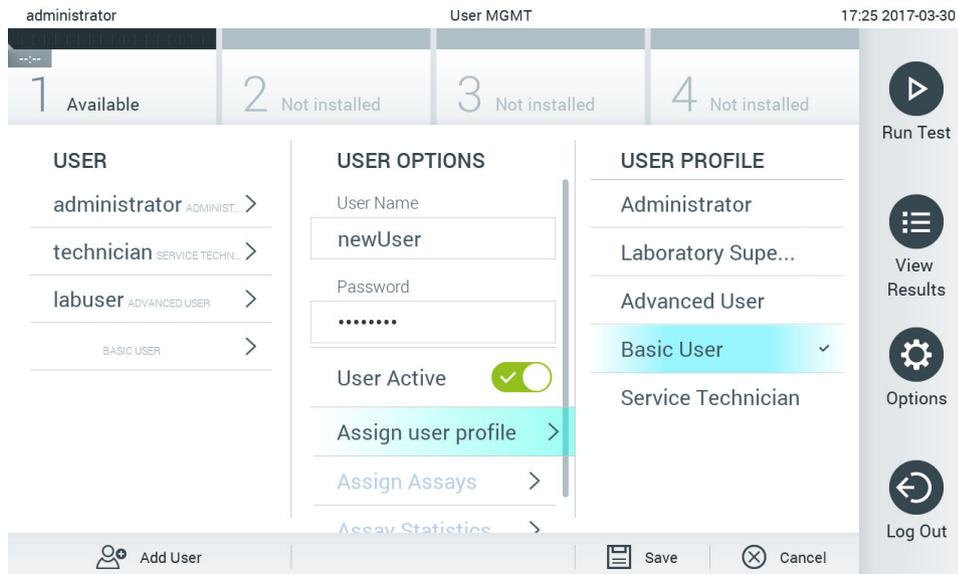

Figure 65. Attribution d'un profil utilisateur à un nouvel utilisateur.
4. Appuyez sur Assign User Profile (Attribuer un profil utilisateur) et attribuez le profil utilisateur approprié (dans la liste à droite de la zone de contenu) au nouvel utilisateur (figure 65).